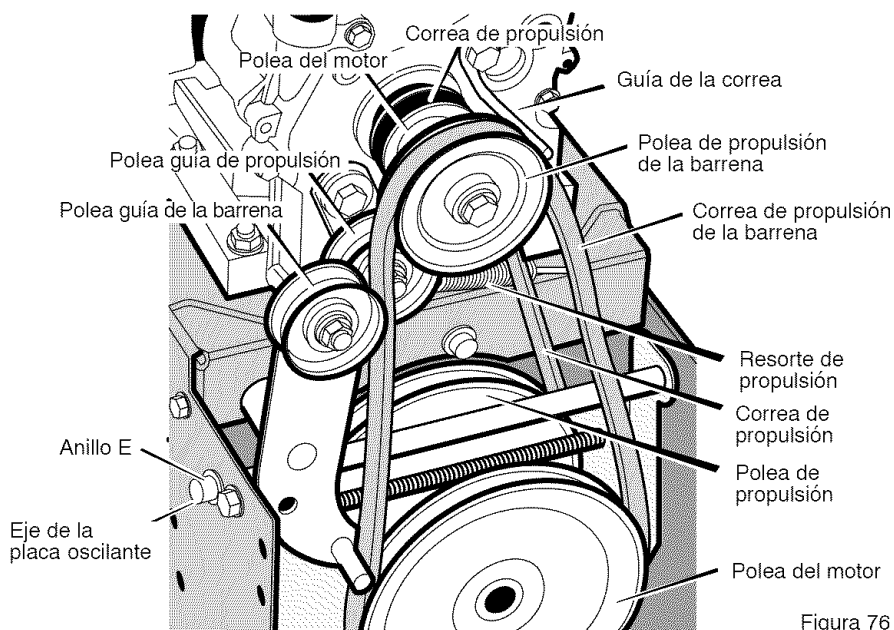

Figura 76
3. Afloje la tuerca de la polea guía de la barrena y mueva esta última hacia la correa un octavo de pulgada aproximadamente (3 mm) (Figura 76).
5. Afloje la **guía de la correa**. Separe la **guía** de la **polea de propulsión de la barrena** (Figura 76).
9. Quite la antigua **correa del propulsor de la barrena** de la **polea del propulsor de la barrena**. Cambie la **correa del propulsor de la barrena** por una correa de repuesto original de fábrica disponible en un centro de servicio autorizado (Figura 76).
3. Quite el **anillo E** de uno de los extremos del **eje de la placa oscilante**. Quite este **eje** para que la placa oscilante gire hacia adelante (Figura 76).